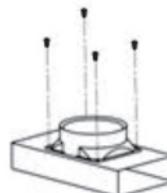

Рис. 11
- Соедините выходное отверстие и Т-образный элемент, см. рис. 11.